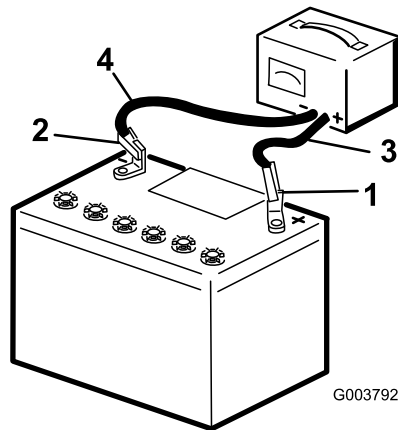

Figura 32
- Cargue la batería durante 10 a 15 minutos a 25–30 A, o durante 30 minutos a 4–6 A (Figura 32). No sobrecargue la batería.
- Cuando la batería esté completamente cargada, desconecte el cargador de la toma de electricidad, luego desconecte los cables del cargador de los bornes de la batería (Figura 32).